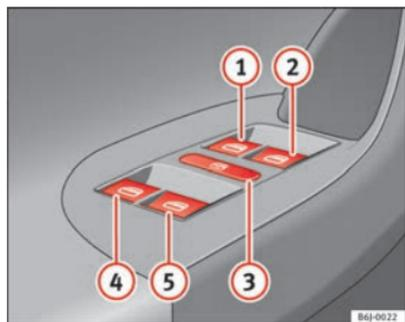

Fig. 51 Detalle de la puerta del conductor: mandos para las ventanillas delanteras y traseras
Las teclas ⇒ fig. 51 ①, ②, ④ y ⑤ tienen dos posiciones para la apertura de las ventanillas y otras dos para el cierre. De este modo es más fácil controlar las operaciones de apertura y cierre.